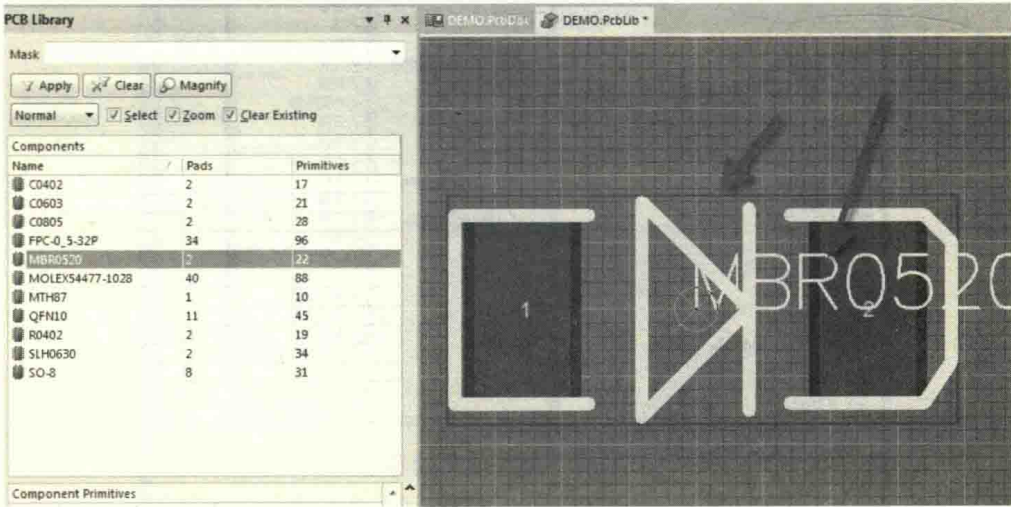

图 11-82 删除不必要的封装元素
(6) 在 PCB 库中把多余的元素都删除掉，如图 11-82 所示，然后再检查下封装是否正确，特别注意插件孔的大小是否变化，因为转换的不兼容，有时候很多椭圆形的孔直接变成了圆孔。